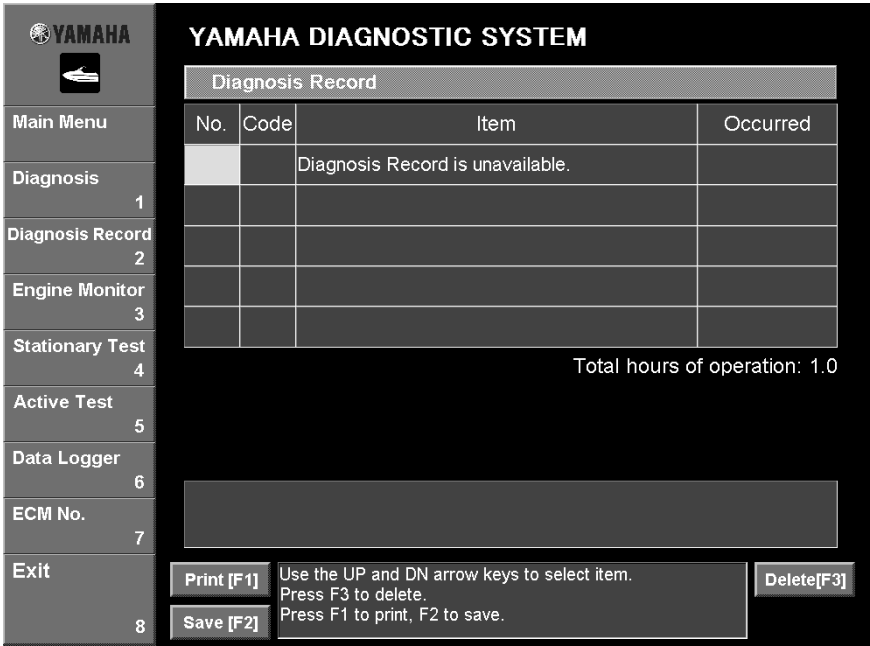
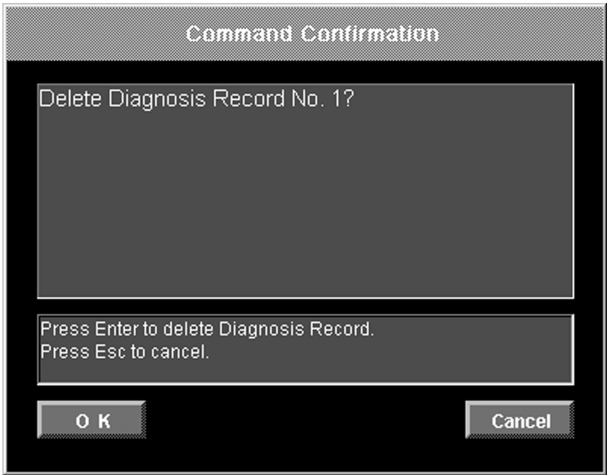

Fig. 33
Fig. 35
NOTE: When a Diagnosis record is not available, “Diagnosis Record is unavailable” is displayed. (Fig. 33)
Lorsqu'un enregistrement de diagnostic n'est pas disponible, la mention "Diagnosis Record is unavailable" (enregistrement de diagnostic non disponible) s'affiche (Fig. 33).
Ist eine Diagnoseaufzeichnung nicht erhältlich, wird "Diagnosis Record is unavailable" (Diagnoseaufzeichnung nicht erhältlich) erscheinen. (Abb. 33)
Cuando no hay disponible un registro de diagnóstico, aparece el mensaje "Diagnosis Record is unavailable". (Fig. 33)
2. Click the **Delete [F3]** button or press the F3 key on your keyboard. (See fig. 33.) A confirmation message appears. (Fig. 35)
2. Cliquer sur le bouton **Delete [F3]** (effacer) ou appuyer sur la touche F3 du clavier (voir la fig. 33). Un message de confirmation s'affiche (Fig. 35).
2. Klicken Sie auf das Feld **Delete [F3]** oder drücken Sie die F3 Taste auf Ihrer Tastatur. (Siehe Abb. 33.) Eine Bestätigungsmeldung erscheint. (Abb. 35)
2. Haga clic en el botón **Delete [F3]** o pulse la tecla F3 del teclado. (Ver fig. 33.) Aparece un mensaje de confirmación. (Fig. 35)
- Click the **OK** button or press the Enter key on your keyboard. (Fig. 35) The selected item is deleted. To cancel deleting the item, click the **Cancel** button or press the Esc key on your keyboard.
3. Cliquer sur le bouton **OK** ou appuyer sur la touche Entrée du clavier (Fig. 35). L'élément sélectionné est effacé. Pour annuler l'effacement d'un élément, cliquer sur le bouton **Cancel** ou appuyer sur la touche Echap du clavier.
3. Klicken Sie auf **OK** oder drücken Sie die "Enter"-Taste auf Ihrer Tastatur. (Abb. 35) Das ausgewählte Datenfeld ist gelöscht. Um das Löschen des Datenfeldes abubrechen, klicken Sie auf **Cancel** oder drücken Sie die "Esc"-Taste auf Ihrer Tastatur.
3. Haga clic en el botón **OK** o pulse la tecla Intro en el teclado. (Fig. 35) El elemento seleccionado se borra. Para cancelar el borrado del elemento, haga clic en el botón **Cancel** o pulse la tecla Esc del teclado.